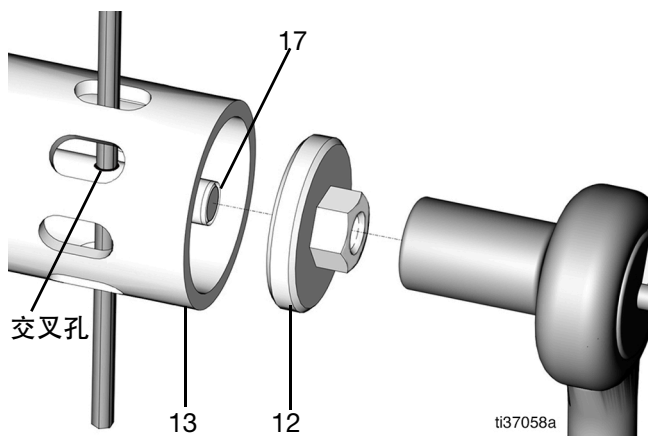

图 64
22. 向下推动泵杆 (27) 以向下移动铲杆 (17) 以进入十字孔 (图 64)。
23. 将内六角扳手或类似工具穿过铲管 (13) 的插槽, 并插入裸露的十字孔中, 以保持铲杆 (17) 稳定 (图 64)。
24. 用 10 毫米套筒扳手拧紧铲式活塞 (12) (直至力矩达到 3-4 英尺-磅/4.1-5.4 N•m) (图 64)。